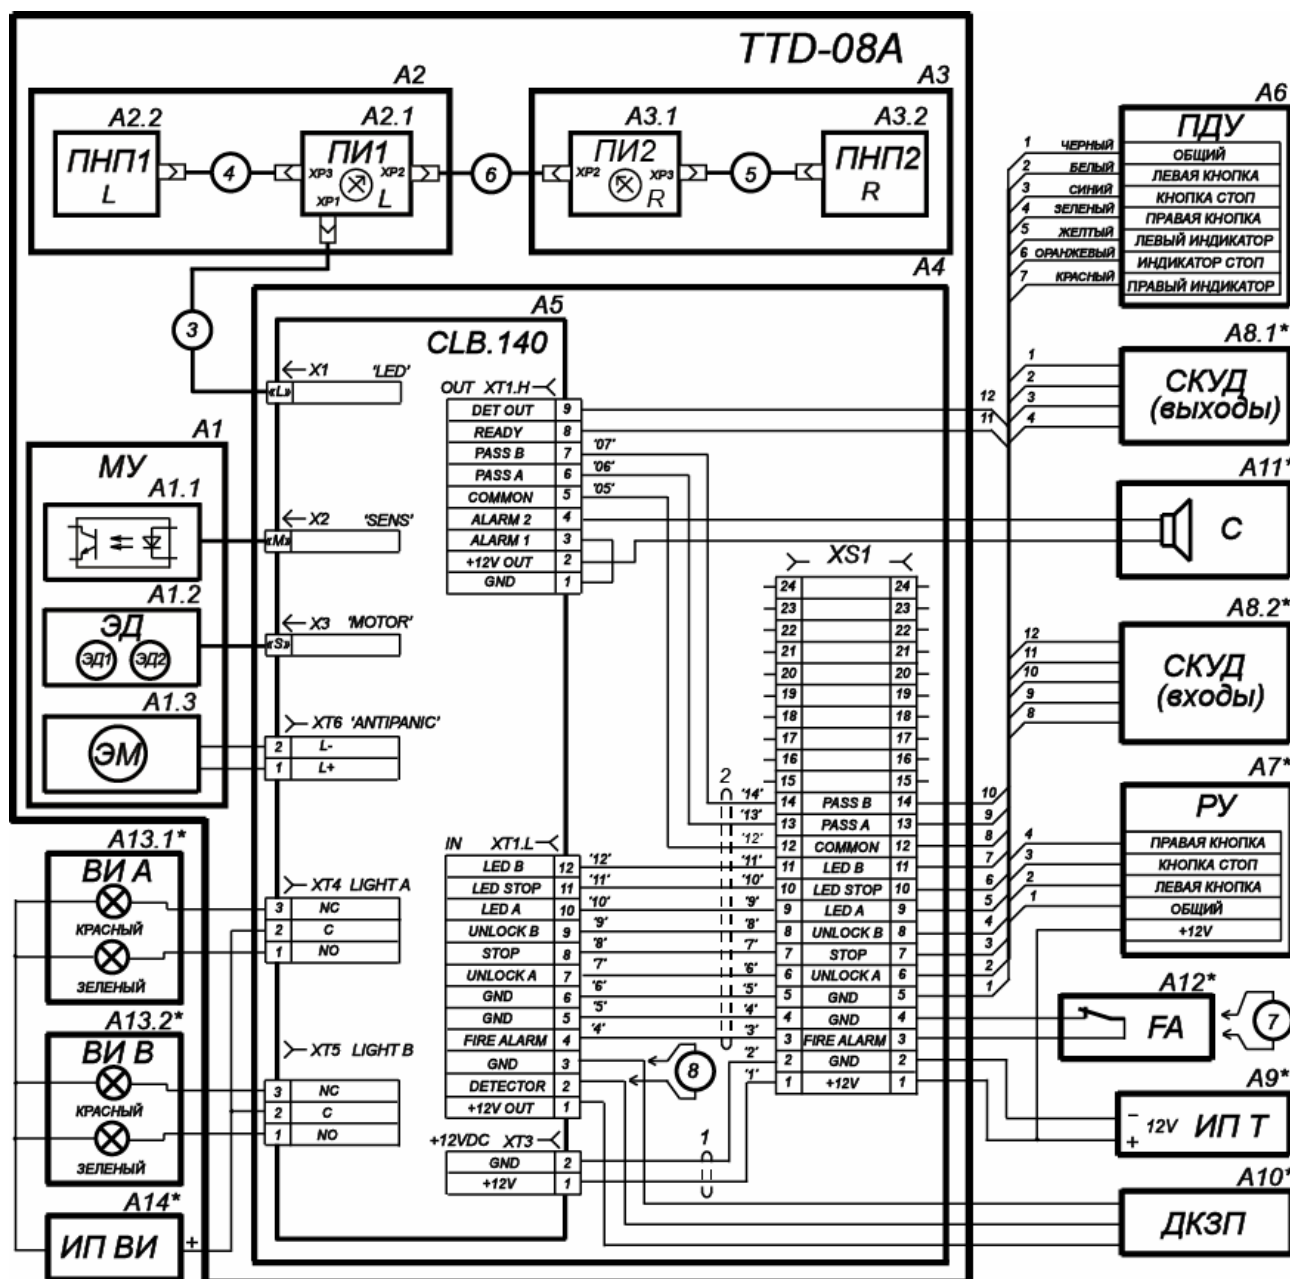

Рисунок 13. Схема соединений турникета и дополнительного оборудования¹
- Этикетка расположена внутри стойки под крышкой турникета (3). На этикетку нанесены: товарный знак и контактные данные предприятия изготовителя, наименование и серийный номер изделия, год и месяц изготовления, напряжение питания и потребляемая мощность.
- Наклейка находится на внутренней поверхности крышки (3). На наклейке изображена общая схема соединений турникета, аналогичная приведенной на рис. 13.
- 7 – кабель от платы управления к ПИ1 (кабель 3 на схеме рис. 13);
- 8 – кабель от ПИ1 к ПИ2 (кабель 6 на схеме рис. 13);
10. Подключите кабель (13) от ИП к выносной клеммной колодке **XS1** (см. рис. 13).
11. Подключите кабель ПДУ (12) к выносной клеммной колодке **XS1**.